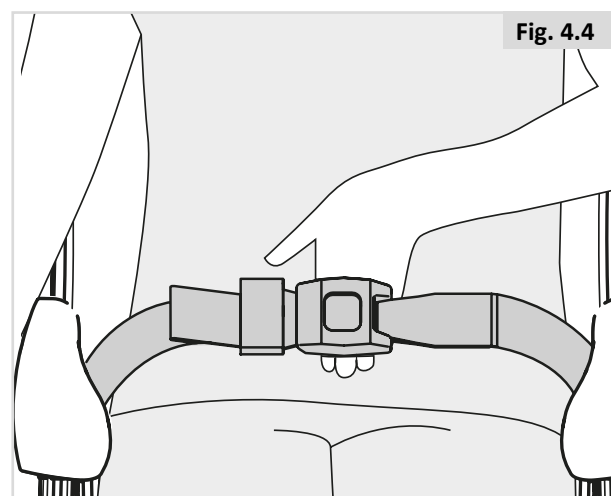

Fig. 4.4
- Die Länge des Beckengurts passend einstellen. Um den Komfort und die Sicherheit des Benutzers zu gewährleisten, sollte die Lücke nicht mehr als eine Handbreite betragen (Fig. 4.4).